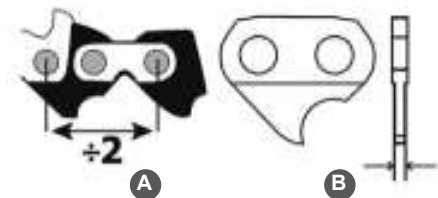

Рис. 7 Определение шага пильной цепи и толшины ведущего звена
2. Определите производителя пильной цепи, ее тип, вид режущего звена, шаг пильной цепи (Рис. 7А) и толщину ведущего звена (Рис. 7В).